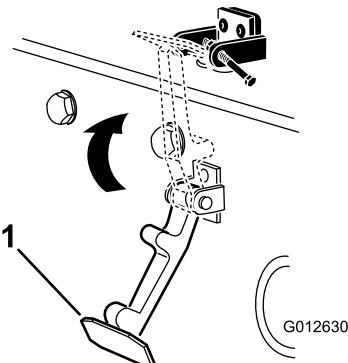

Figure 8
- Accrochez le verrou sur son support (Figure 8).